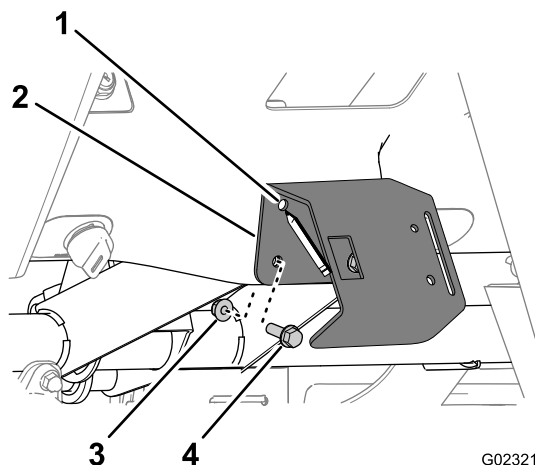

図 17
- ハンドスロットル・ブラケットについている穴 3つを、ダッシュパネルの穴にあわせる 図 17。
- ダッシュパネルに、ハンドスロットル・ブラケットを手締めで固定するフランジボルト 5/16 x 1 インチ 3本とフランジナット 3個を使用する 図 17。
4. ハンドスロットル・ブラケットの右上についている穴の位置を、ダッシュパネルに写し取る 図 17。
1. ハンドスロットル・ブラケットについている穴を、ダッシュパネルの穴にあわせる 図 17。
2. ダッシュパネルに、ハンドスロットル・ブラケットを固定するフランジボルト5/16 x 1 インチ4本とフランジナット4個を使用する 図 17。